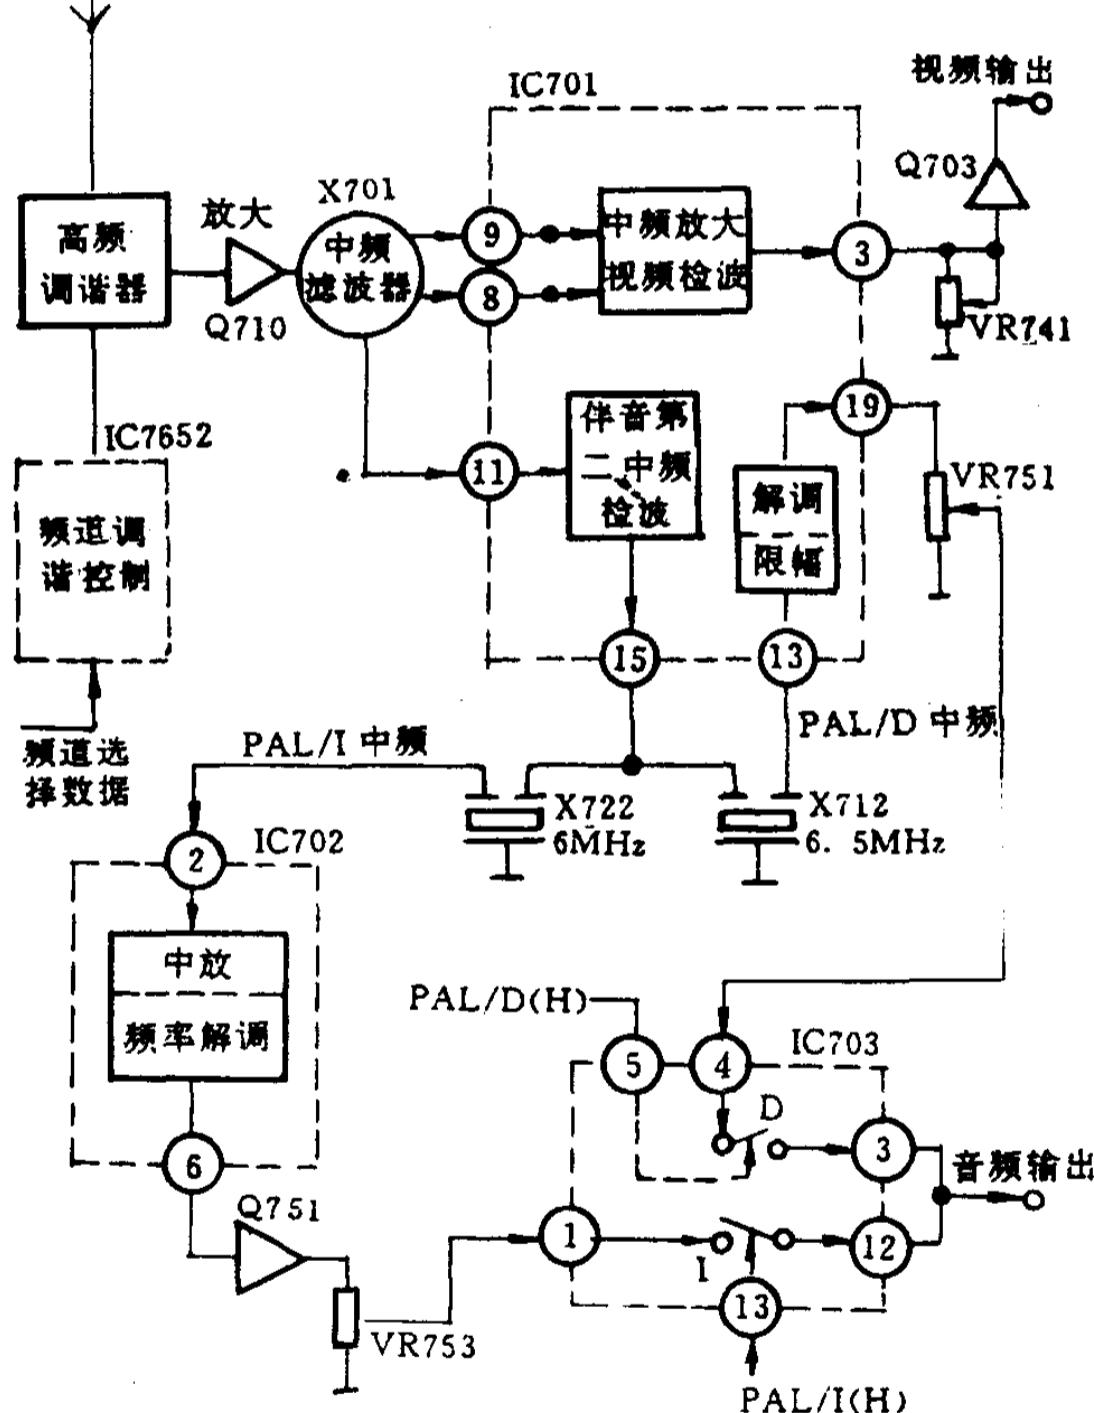

图 1-2 NV-L15MC 调谐解调电路
NV-L15 录像机的调谐解调电路如图 1-2 所示。电视频道的选择数据存储在微处理器 IC7501 中,由红外遥控器存储。IC7501⑧、⑨脚的频段信号和 IC7501⑥脚的频道数据信号,分别送入调谐集成电路 IC7652 (AN5043) 的⑨、⑩、④脚转换成频道控制信号和调谐电压后送入高频调谐器,使之能选择所欲接收的某频道电视信号。